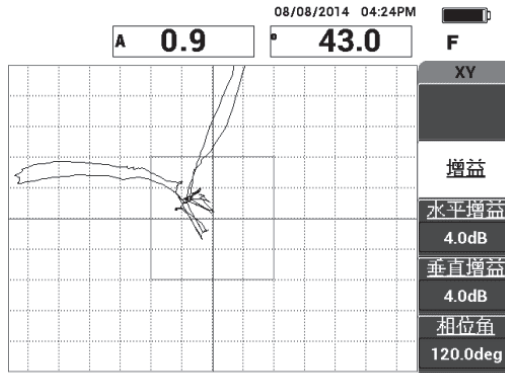

图 6-7 在脱粘区域的扫查
3. 在远端和近端脱粘的区域上扫查，然后在继续使用探头扫查脱粘缺陷的过程中，按**冻结**键（）（参见第 126 页的图 6-7）。